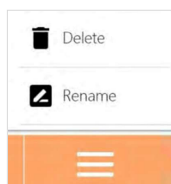

Рис.38 Подменю дополнительных операций
- Нажмите «☰» (рис.38), чтобы открыть подменю с дополнительными функциями: переименовать или удалить текущую запись об измерении, выгрузить запись с данными об измерении или добавить ее.